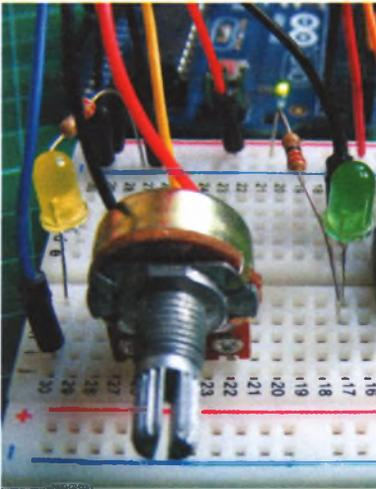

РИСУНОК 17.2
- Установите потенциометр на макетную плату и подключите его левую ножку к шине питания 5 В, центральную — непосредственно к контакту A0 платы Arduino, а правую — к шине заземления, как показано на рис. 17.2.